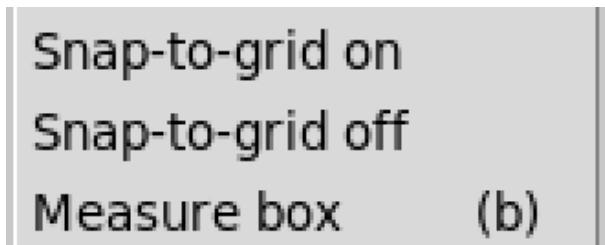

Figura 10: Ativando 'Snap to Grid' para garantir o alinhamento automático.
Passo 3: Habilitar o Snap to Grid Para garantir que todos os elementos desenhados se alinhem perfeitamente, é fundamental ativar a opção **Snap to Grid** (Figura 10). Isso força o cursor e as bordas dos objetos a se prenderem aos pontos da grade, evitando erros de posicionamento.